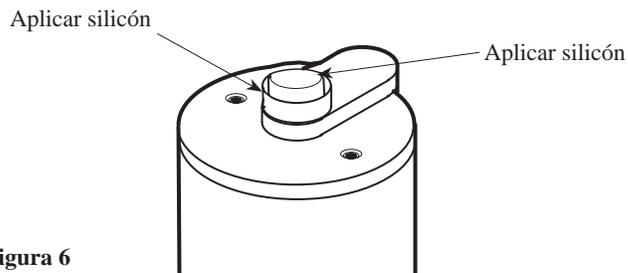

Figura 6
- 8** Extraiga la cinta que está colocada en el tubo exterior de 5 in (12,7 cm). Extienda el tubo exterior de 5 in (12,7 cm) empujándolo hacia abajo. Conecte el tubo exterior de 5 in (12,7 cm) a la caja de aire y asegúrelo con los dos tornillos para planchas de metal que se incluyen con el calentador de agua. Aplique silicón en la conexión de la caja de aire como se muestra en la Figura 6.